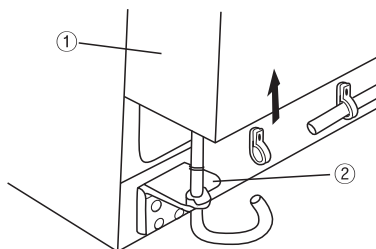

Figura 8
- a.** Coloque o tubo de água dentro do furo no pino da dobradiça inferior. Depois encaixe a porta do freezer no pino da dobradiça inferior (Figura 8).